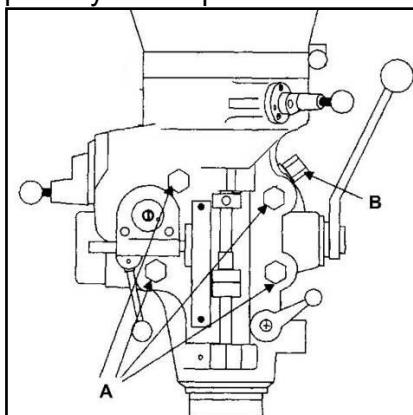

Рис. 18
1. Ослабьте четыре большие шестиграннны гайки, которые крепят фрезерную голову к консоли станка (Рис. 18). 1/4 оборота должно быть достаточно, чтобы ослабить фрезерную голову.
2. Для наклона головы вправо или влево поверните стяжную гайку (B, Рис. 18). Используйте угловую шкалу на переходнике цилиндра.